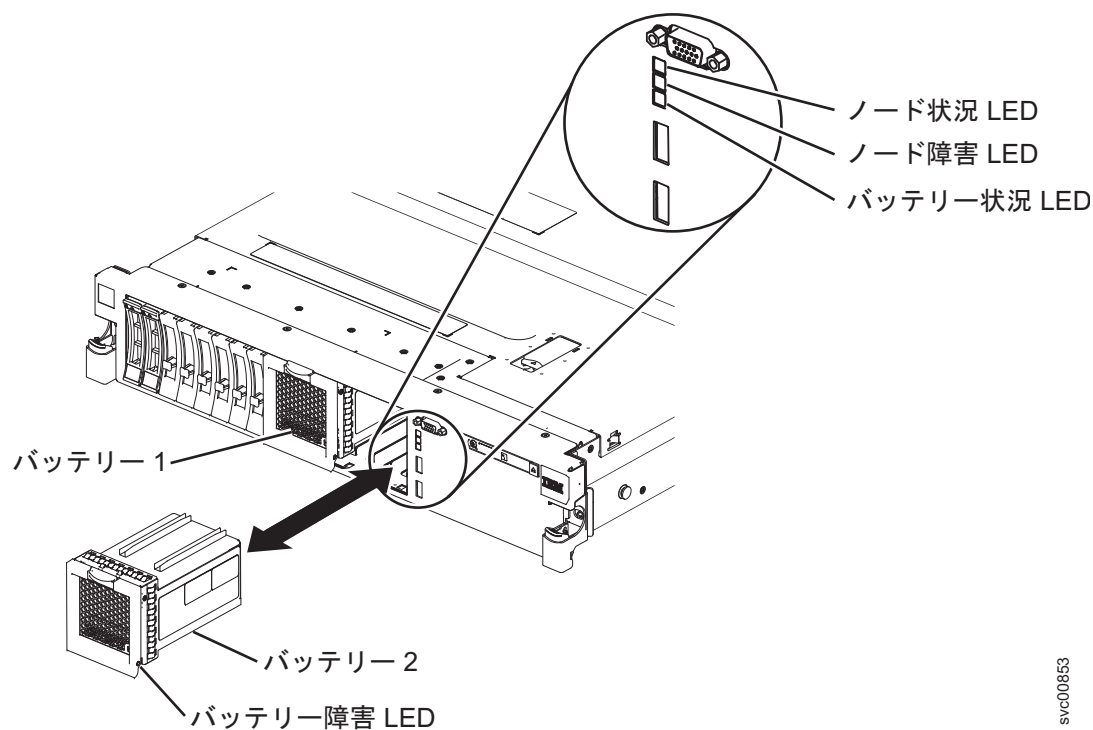

図 178. SAN ボリューム・コントローラー 2145-DH8 ノードのバッテリーの取り外し
3. 233 ページの図 178 に示すように、バッテリー・スロットからバッテリー・アセンブリーを慎重に引き出します。